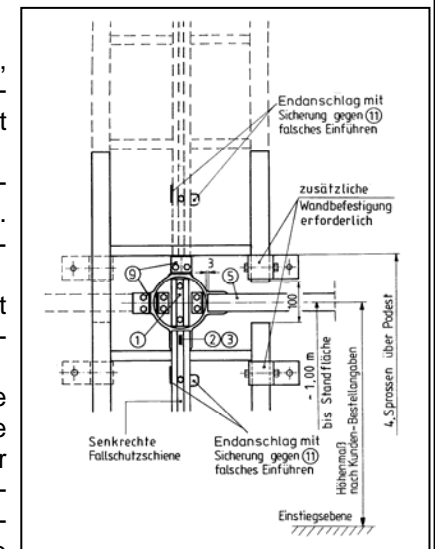
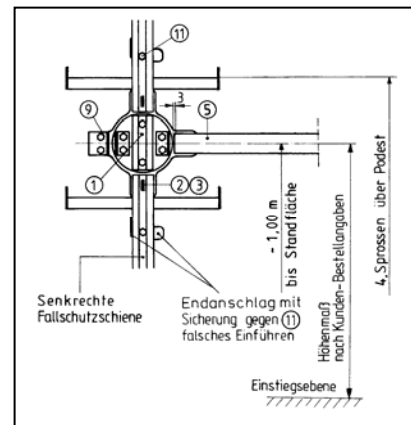

Abb. 1a
Abb. 2a
Das Zurückfahren des Fallschutzläufers von der waagerechten auf die senkrechte Fallschutzschiene erfolgt in umgekehrter Reihenfolge. Die Weiche samt Fallschutzläufer muß dann so gedreht werden, daß der Richtungspfeil am Läufergehäuse nach oben zeigt. Um ein richtungsfalsches Einführen des Fallschutzläufers von der Weiche in die senkrechte Fallschutzschiene zu verhindern, muß oberhalb und unterhalb der Weiche (Abb. 1a und 2a) je ein Endanschlag (11) nach separater Montageanleitung montiert werden.
- 1.3 Der Abstand von Oberkante Standfläche bis zur Weichenmitte sollte ca. 1,0 m betragen. Um die Weiche, wie in Abb. 1a (für Zweiholmleitern) oder Abb. 2a (für Einholmleitern) dargestellt, zu montieren, muß die ortsfeste Leiter mind. 4 Sprossen über die Standfläche geführt werden.
Für die Montage der Weiche siehe Abb. 1a, 1b, 1c, sowie Punkt 1.1 bis 1.4 beachten.
Die waagerechte Fallschutzschiene (5) wird je nach Bedarf durch einen oder beide Leiterholme geführt, die deshalb genau zwischen der 3. und 4. Sprosse oberhalb der Standfläche ca. 100 mm ausgeschnitten werden müssen (Abb. 1a). Schnittkanten entgraten und mit Zink-Dickschichtlack, z.B. **HACA-** Typ 0052.9010, behandeln.
Durch die Unterbrechung der Holme sind an jedem Ausschnitt zusätzlich ein Paar Wandbefestigungen zu montieren (Abb. 1a).
Die Weiche ist mit zwei Paar Montagewinkeln (7) für zweiseitigen waagerechten „Fallschutzschiene-Abgang“ und mit zwei Endbegrenzungen (9) für die Fallschutzläufer-Durchgangssperre universell ausgerüstet (Abb. 1a bis 1c). Die nicht benötigten Teile (7) und (9) müssen entfernt werden.
- Waagerechte Fallschutzschiene (5) mit den Montagewinkeln (7) und mit Schrauben befestigen. Der Luftzwischenraum zum Fallschutzschiene (6) beträgt 3 mm (Abb. 1a und 1b).
- Endanschlag (11) **HACA-** Typ 0529.4003 gegen richtungsfalsches Einführen des Fallschutzläufers unterhalb der Weiche (bzw. auch oberhalb der Weiche, wenn die Fallschutzschiene nach oben weiterführt **HACA-** Typ 0529.4002) ist nach separater Montageanleitung durchzuführen (Abb. 1a). Die Endbegrenzung (9) verhindert den Durchlauf des Fallschutzläufers. Falls ein seitlicher Abgang oder der Abgang nach oben nicht benötigt wird, müssen die Endbegrenzungen (9) an diesen Stellen montiert werden (Abb. 1a und 1c). Nach Beendigung der Montage alle Teile auf Funktion überprüfen, Weiche ggf. nachjustieren und alle Muttern festziehen.
- Leiter sowie die Wandbefestigungen nach separater Montageanleitung montieren und Abb. 2a, 2b, 2c und Punkt 1.1 bis 1.4 beachten. Sollte oberhalb der Weiche nur ein kurzes Leiterstück zum Festhalten vorgesehen sein, so muß es mind. einmal befestigt werden.
Die Weiche ist mit zwei Paar Montagewinkeln (7) für zweiseitigen, waagerechten Fallschutzschiene-Abgang und mit zwei Endbegrenzungen (9) für die Fallschutzläufer-Durchlaufssperre, universell ausgerüstet (Abb. 2a bis 2c). Die nicht benötigten Teile (7) und (9) müssen entfernt werden.
- Waagerechte Fallschutzschiene (5) mit den Montagewinkeln (7) und mit Schrauben befestigen. Der Luftzwischenraum zum Fallschutzschiene (6) beträgt 3 mm (Abb. 2a und 2b).
- Endanschläge (11) gegen richtungsfalsches Einführen des Fallschutzläufers, unterhalb der Weiche (**HACA-** Typ 0529.4003) und oberhalb (**HACA-** Typ 0529.4002), nach separater Montageanleitung montieren (Abb. 2a).
- Endbegrenzung (9) verhindert das Durchlaufen des Fallschutzläufers. Falls ein seitlicher Abgang oder der Abgang nach oben nicht benötigt wird, müssen die Endbegrenzungen (9) an dieser Stelle montiert werden (Abb. 2a und 2c).
Bei einseitigem, waagerechtem Fallschutzschiene-Abgang (Abb. 1a und 2a) darf der Fallschutzläufer, nur in die vorgesehene Richtung, die Weiche verlassen.